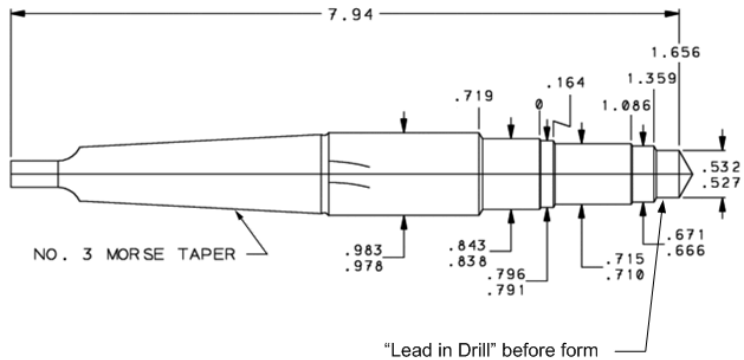

Bild 1.
- Die Tiefe des Führungsbohrers an einem Formbohrer ist kritisch bei Ventilen mit Komponenten, bei denen bewegliche Teile während des Betriebs aus Anschluss 1 herausragen können. Siehe die Bemerkung in Bild 1.